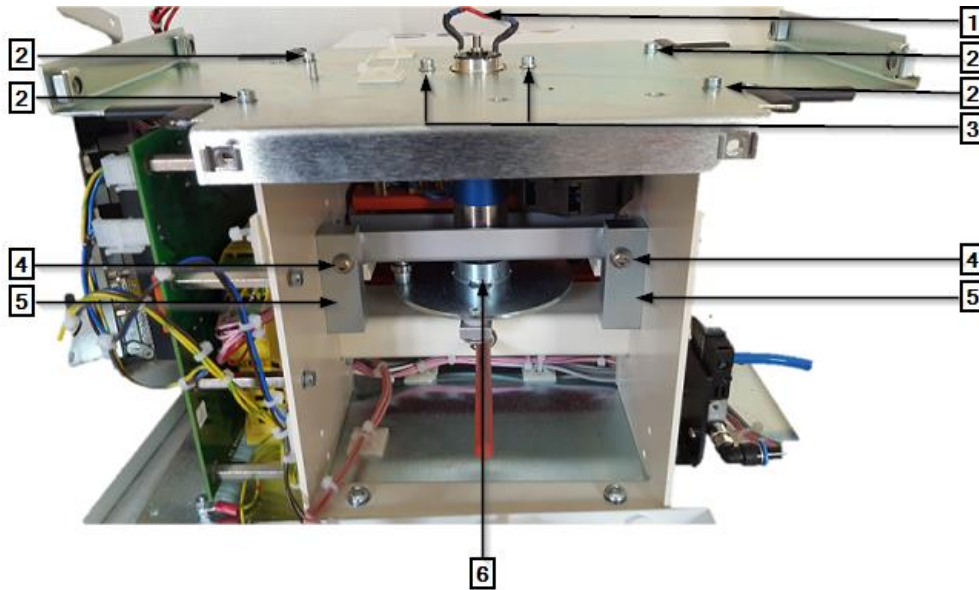

Abb. 71 : Groupe moteur sans capots (vue de dos)
- ➔ Ouvrez le serre-câbles entre le processeur et le condensateur. Pour la description suivante, voir la Abb. 71 : Groupe moteur sans capots (vue de dos), page 108.
- Contrôlez si la fente des mâchoires de serrage sur l'étuve est parallèle en position **Charger**. Si nécessaire, réglez les vis de positionnement du moteur (2).
- Serrez fermement les vis de positionnement du moteur M6x40 (2) et les écrous de fixation sur l'embase (1) du groupe moteur.
- Positionnez les vis de fixation sur le support de moteur et serrez-les fermement. Voir Abb. 71 : Groupe moteur sans capots (vue de dos), page 108.